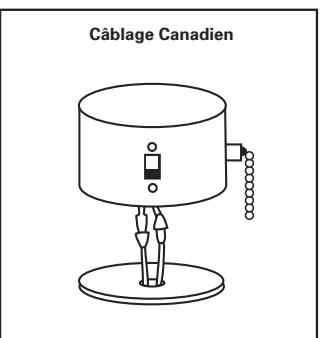

Figure 9a
5. REMARQUE : Pour les spécifications en canadien français, veuillez utiliser le système à fiches (Voir figure 9a). Si vous utilisez un ventilateur conforme aux spécifications UL, veuillez couper les bouchons (fiches) et effectuer le câblage avec les écrous serre-fils fournis avec le ventilateur.